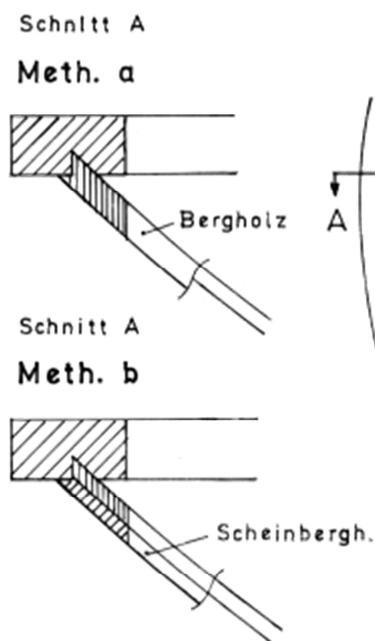
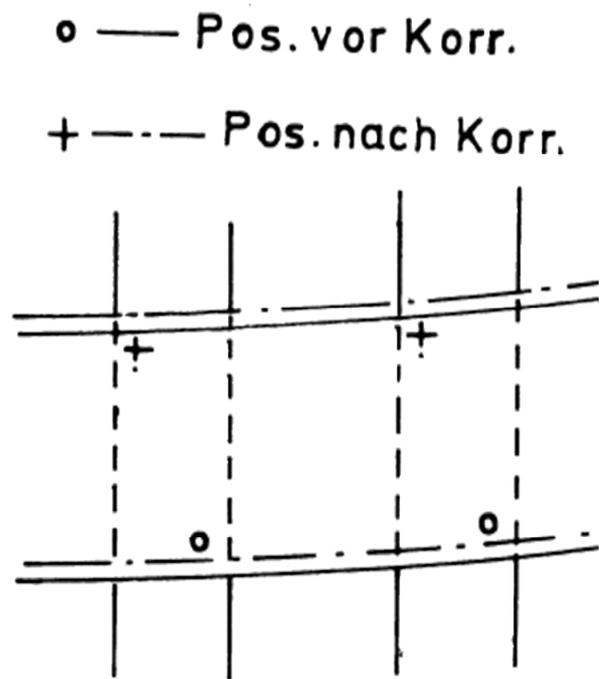

Bild 55: Spannungsbereich des Bergholzes am Vorderstev
Bild 56: Korrektur bei Bergholzverlegung
Ein weiterer erwähnenswerter Punkt ist die gering geänderte Form, die sich bei Methode "a" am Einlaufpunkt in die Stevensponung ergibt (siehe Bild 55/Methode
a). Um die Sponung nicht partiell ändern zu müssen, ist eine Rille in die Stirnseite des Bergholzes gefeilt. Bei der Möglichkeit "b" zeigt sich das gleiche Schnittbild, nur ergibt sich hier die Rille aus dem aufgelegten Scheinbergholz (siehe Bild 55/Methode b). Bei dieser Möglichkeit wird - wie schon erwähnt - die Verdickung der Bergholzplanke durch eine zusätzliche Leiste erreicht. Diese Leiste muß genau vorgebogen und von Spant zu Spant unter Berücksichtigung der vorhandenen Bohrungsreihen verbohrt und festgesteckt werden. Eine partielle Korrektur des Verlaufes läßt sich erreichen, indem die jeweils zweite Bohrung eines Bohrungspaares zum erneuten Abstecken verwendet wird (siehe Bild 56).